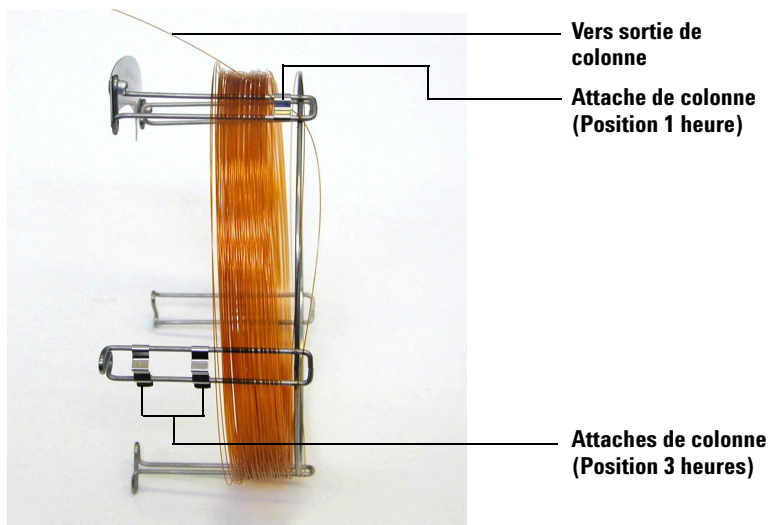

Figure 5 Colonne passée dans l'attache à 1 heure
- 4 Enfiler l'extrémité de sortie de la colonne dans l'attache à 1 heure de sorte que la colonne ait son extrémité dirigée vers l'avant de son support. Voir Figure 5.